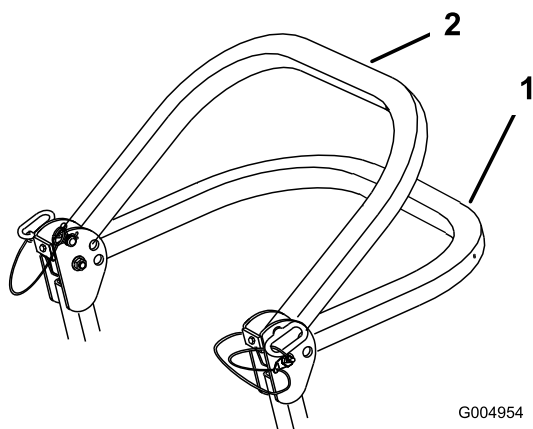

Figure 10
2. Faites pivoter l'arceau de sécurité à la position abaissée (Figure 10).
Remarque: La position abaissée est à 2 niveaux ; voir Figure 10.